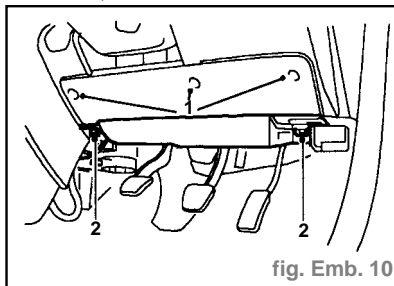

fig. Emb. 10
- Dégager le câble du support de butée (2).
- Dégager les 3 fixations maintenant le couvercle de boîte à fusibles sur la partie inférieure du tableau de bord (1) (fig. Emb. 10).